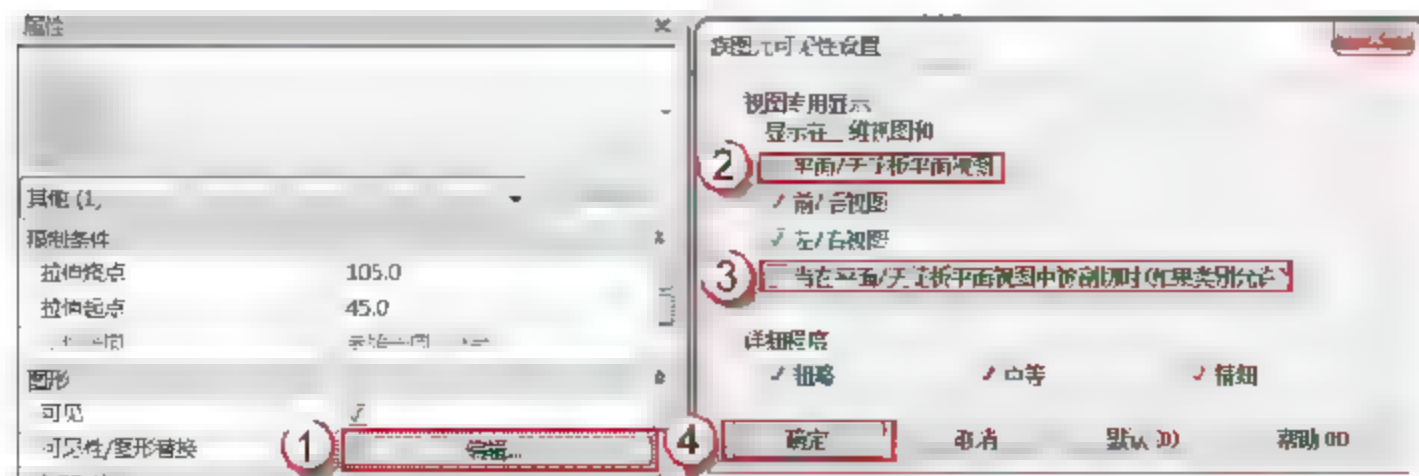

图 7.2.7 修改窗框的可见性
(6) 修改 MQ6596 窗框的可见性。在窗框的“属性”面板中，单击“图形”栏“可见性/图形替换”后的“编辑”按钮，弹出“族图元可见性设置”对话框，取消“平面/天花板平面视图”和“当在平面/天花板平面视图中被剖切时（如果类别允许）”复选框的选择，单击“确定”按钮，如图 7.2.7 所示。